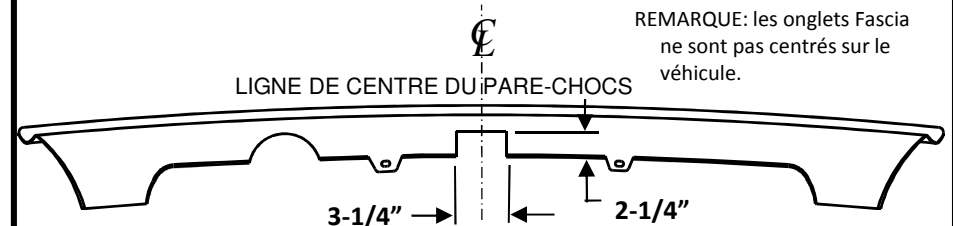

Figure 4 **Vue de dessous du carénage de pare-chocs**
6. **Découper et réinstaller le carénage et les bavettes garde-boue –** Mesurer, marquer et découper le carénage comme illustré à la figure 4. Réinstaller le carénage et les bavettes.